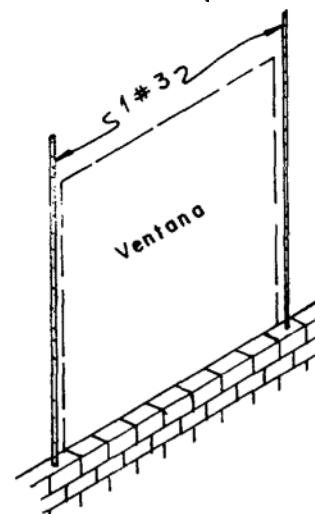

Fig. 23
- g. A ambos lados en puertas o ventanas de ancho corriente, se deben colocar # 3 (ver Fig. 23).